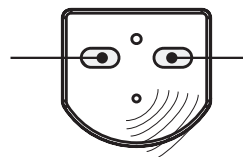

Figura 1
1. tenere premuti contemporaneamente il pulsante di apertura A ed il pulsante di chiusura B posti sulla placca interna (figura 1) sino a quando il buzzer emette 5 segnali acustici brevi ed il led, contemporaneamente lampeggia per 5 volte.